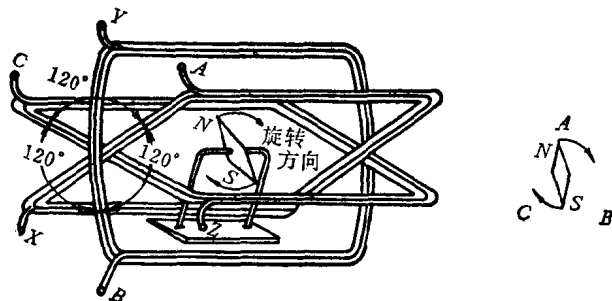

图 17
工业上用的交流电动机一般都是三相^①。主要有同步和异步两种。三相交流电动机都是产生旋转磁场而后带动转子工作的。旋转磁场是怎样产生的呢？我们可以做一个实验如图17，将A，B，C三个线圈互成120°角绑起来，将它们的一端X，Y，Z连接在一起，再把三相交流电分别通入这三相线圈另一端A，B，C中。这时可以看到置在中间的小磁针在轴上可沿A，B，C的顺序方向恒速旋转起来。这个事实说明三相交流可以建立一个稳定的恒速旋转磁场^②。小磁针就是由该三相电流建立的旋转磁场带动的。